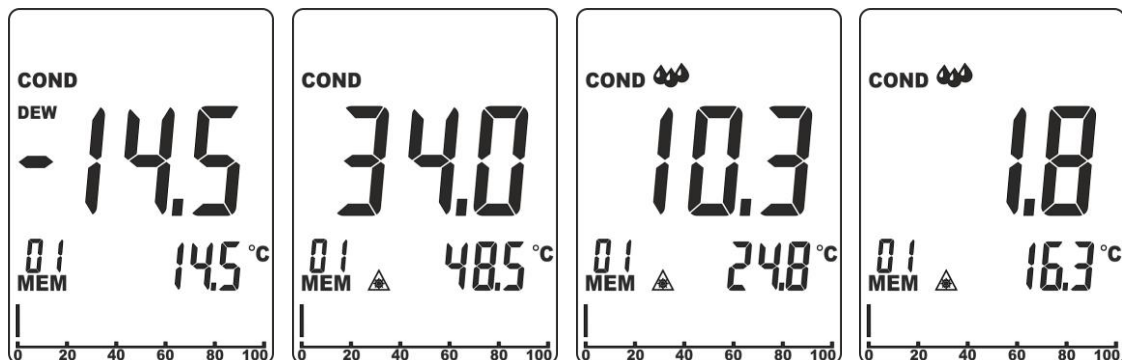

Fig. 11: Medição do diferencial da temperatura de superfícies
3. Premir simultaneamente os botões **RH%** e **MOI** para entrar no modo de medição da Condensação. O instrumento mostra o valor da temperatura de Condensação medida pelo sensor integrado no display secundário e as indicações “COND” e “DEW” são apresentadas no display (ver Fig. 11 – primeiro ecrã). O display principal mostra sempre a diferença entre o valor da temperatura IRT e a temperatura de Condensação
- Se a temperatura IRT é **superior a mais de 14°C (25°F)** em relação à temperatura de Condensação → a diferença de temperatura (IRT-DP) é apresentada no display principal sem mais indicações (ver (ver Fig. 11 – segundo ecrã)
- Se a temperatura IRT é **superior a 3°C÷14°C (5°F÷25°F)** em relação à temperatura de Condensação → a diferença de temperatura (IRT-DP) é apresentada no display principal, a indicação “☁” é apresentada no display e o instrumento emite um som para indicar uma situação de risco de condensação na área (ver (ver Fig. 11 – terceiro ecrã)
- Se a temperatura IRT é **superior a menos de 3°C (5°F)** em relação à temperatura de Condensação → a diferença de temperatura (IRT-DP) é apresentada no display principal, a indicação “☁☁” é apresentada no display e o instrumento emite um duplo som para indicar uma situação de elevado risco de condensação na área (ver (ver Fig. 11 – quarto ecrã)